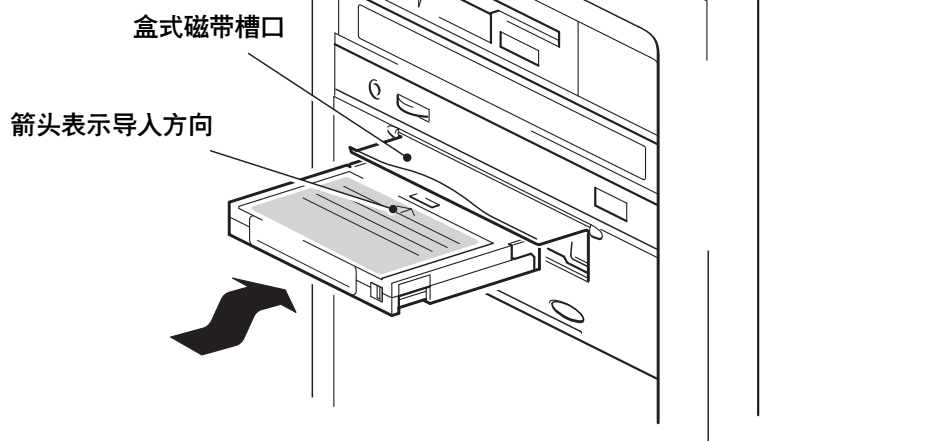

图 10a: 装入盒式磁带
- 1 提起磁带机前面的盒式磁带槽口，并将盒式磁带插入到磁带机前面的插槽中，白色箭头位于最上方并指向磁带机槽口。轻轻推压，直到磁带机接收磁带并将其装入。（见图 10a。）